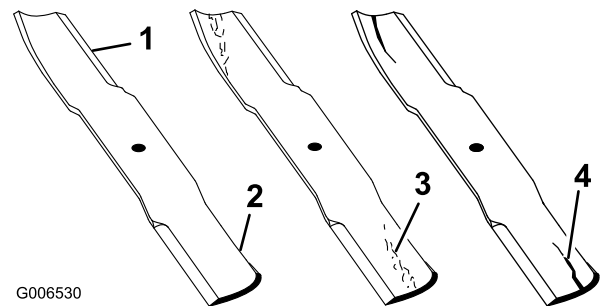
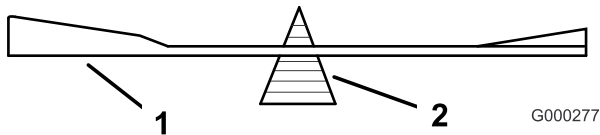

Bild 47
Bild 51
1. Untersuchen Sie die Schnittkanten (Bild 47). Entfernen und schärfen Sie die Messer, wenn die Schnittkanten nicht scharf sind oder Auskerbungen aufweisen. Siehe Schärfen der Messer“.
2. Prüfen Sie die Schnittmesser, insbesondere den gebogenen Bereich (Bild 47). Sollten Sie Schäden, Verschleiß oder Rillenbildung in diesem Bereich
feststellen (Punkt 3. in Bild 47), montieren Sie sofort ein neues Schnittmesser.
2. Überprüfen Sie die Auswuchtung des Schnittmessers auf einer Ausgleichsmaschine (Bild 51). Wenn das Schnittmesser in seiner horizontalen Position bleibt, ist es ausgewuchtet und kann wieder verwendet werden. Feilen Sie vom Flügelbereich des Messers etwas Metall ab, wenn das Schnittmesser nicht ausgewuchtet ist (Bild 47). Wiederholen Sie diesen Vorgang, bis das Messer ausgewuchtet ist.